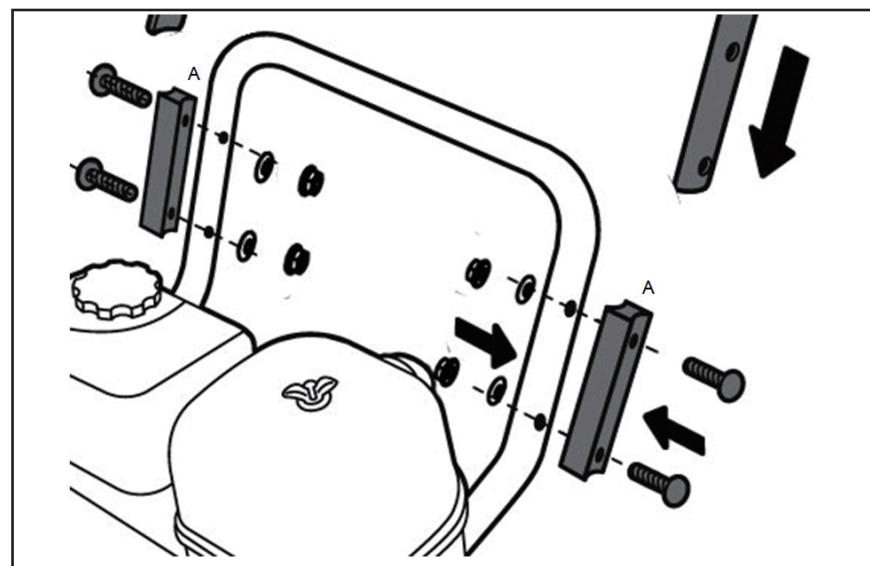

Рис. 3
2. Соединить верхний рычаг управления с нижним, используя крепежный болт с гайкой и шайбой из комплекта поставки, установив скобу (Рис. 3А) между двумя рычагами. Затянуть соединение ключом из комплекта поставки (Рис. 3).